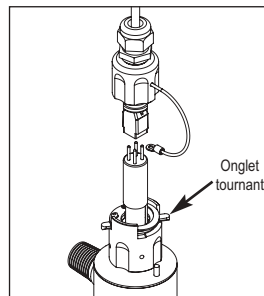
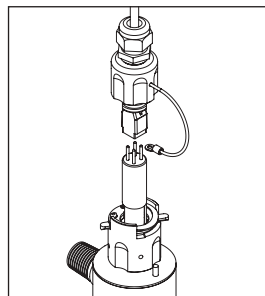
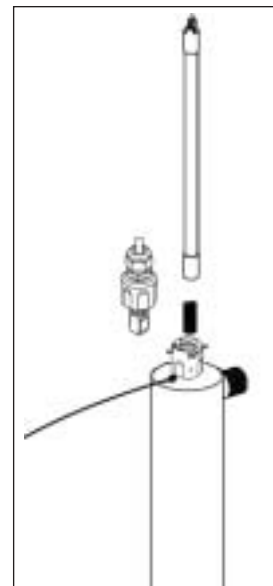
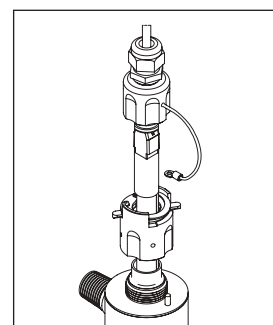

Figure 2A
Figure 2B
Figure 2C
Figure 2D
2. Débranchez l'alimentation électrique et laissez à l'appareil 30 secondes pour s'arrêter. Retirez la connexion de la lampe en tournant l'onglet de l'écrou de presse-garniture (figure 2A). Retirez la connexion et la lampe de la chambre à réaction. Séparez la lampe de sa connexion (figure 2B). Ne tournez pas la lampe en la retirant de la connexion; faites simplement les tirer à part. Évitez de toucher la partie en verre de la lampe. Il est mieux de manipuler la lampe par les bouts en céramique. Cependant, si vous devez toucher le verre de la lampe, servez-vous de gants ou d'un linge doux. Retirez la lampe complètement de la chambre à réaction, en faisant attention de la tenir bien droite à mesure qu'elle sort de la chambre. Si la lampe est retirée sur un angle, cela appliquera de la pression sur l'intérieur de la chemise en quartz et y causera une fracture.
3. Pour installer une nouvelle lampe, retirez d'abord la lampe de son emballage de protection, encore une fois en prenant soin de ne pas toucher le verre de la lampe. Insérez soigneusement la lampe dans le vaisseau du réacteur (dans la chemise même) (figure 2C). Insérez la lampe complètement dans la chambre en laissant environ deux pouces de la lampe ressortir de la chambre. Ensuite, branchez la connexion à la lampe UV (figure 2B). La lampe n'est pas clavetée donc il est important d'assurer que les fils de la lampe n'interfèrent pas avec la détection de la sonde UV puisque cela pourrait causer des alarmes de faible intensité UV sur les modèles UVSS-M. Les deux fils devraient être orientés de sorte qu'ils demeurent le plus au loin possible du port de la sonde. Assurez-vous que la connexion repose solidement sur la lampe UV (figure 2D).